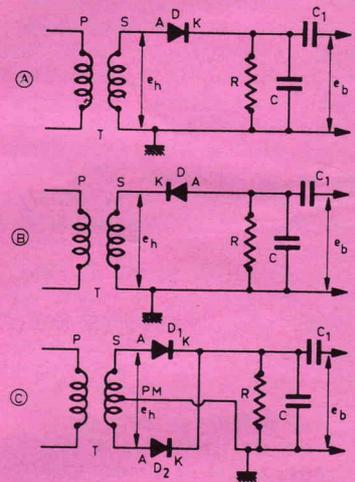
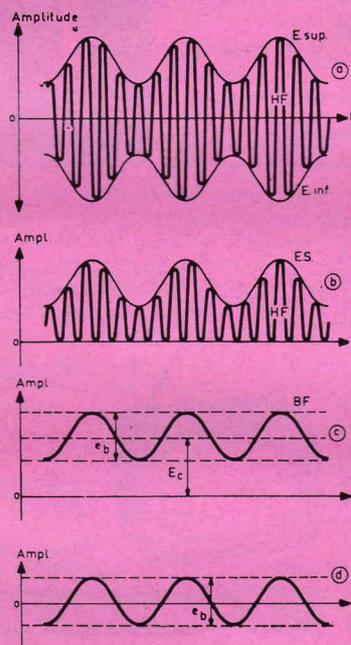

FIG. 5
FIG. 6
La diode fonctionne d'une manière très proche de celle d'une diode redresseuse monolatérale (ou monoalternance). Dans le cas du montage A (fig. 5) avec sortie sur la cathode K, la diode ne laisse passer que la partie positive du signal HF modulé, car c'est celle-ci qui rend l'anode positive par rapport à la cathode, donc rend la diode conductrice.
La figure 6 montre la forme des signaux qui se présentent dans un montage détecteur comme celui de la figure 5A.
Si seules les alternances supérieures du signal passent, cas du montage (A) fig. 5, on doit obtenir à la sortie de ce détecteur, aux bornes de la résistance R, la moitié supérieure du signal (a) ce qui donne le signal (b) figure 6 composé toujours d'un signal HF encadré par l'enveloppe supérieure.
Grâce à C le signal HF est dérivé vers la masse et il ne reste que le signal représenté en (C) figure 6 qui se compose de deux parties, une composante continue de tension  $E_c$  comme dans les montages redresseurs et une composante variable  $e_b$  qui n'est rien d'autre que le signal modulant.
Introduisons encore dans le montage détecteur un condensateur  $C_1$  de valeur suffisante (entre 5.000 pF et 25  $\mu$ F selon les cas). Il laissera passer le signal variable  $E_a$ , c'est-à-dire le signal modulant, mais empêchera la composante continue  $E_c$  de passer. Aux bornes de la sortie du détecteur, on pourra donc recueillir le seul signal  $e_b$  qui est indiqué en (d) figure 6 au cas où il serait sinusoïdal.
Celui de la figure 5C est un détecteur bialternance. Comme les cathodes sont à la sortie, la forme des signaux est identique à ceux de la figure 6.